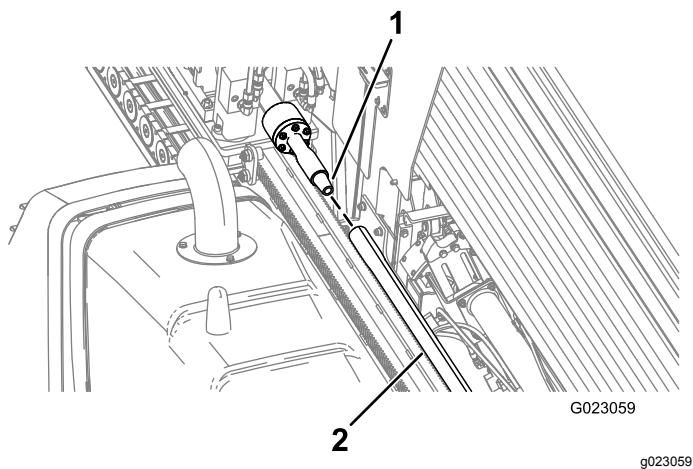

Рисунок 56
9. Поверните буровой шпиндель по часовой стрелке и медленно переместите каретку вперед, чтобы вставить шпиндель в конец трубы с внутренней резьбой (Рисунок 56).
- Поверните буровой шпиндель по часовой стрелке и медленно переместите каретку вперед, чтобы вставить шпиндель в конец трубы с внутренней резьбой (Рисунок 56).